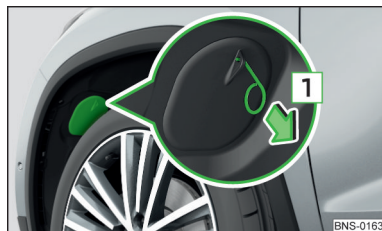

Fig. 378
- Régler les roues avant de façon à ce que le couvercle dans le logement avant de la roue soit accessible » fig. 378.
- Placer et enfoncer le cache dans l'ouverture correspondante » fig. 378.